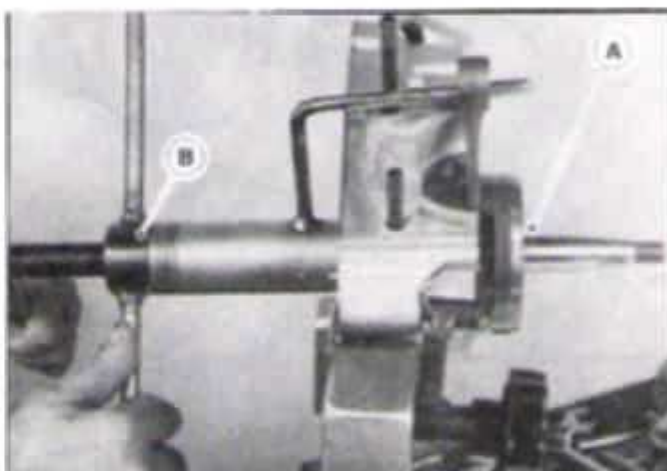

FIG. M28 -
4. Colocar o conjunto do virabrequim e biela no cárter direito utilizando a ferramenta especial 7015.099.010.00.2. Figura M28.